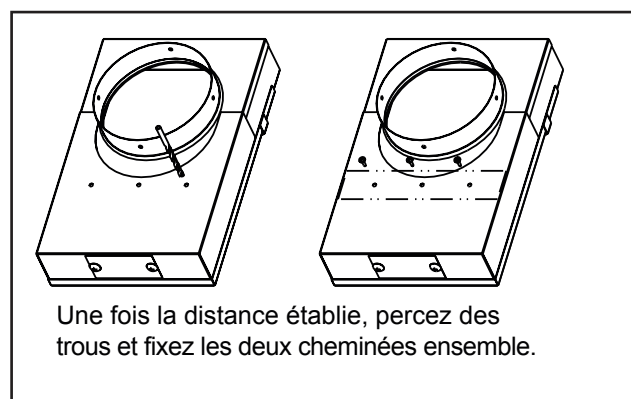

Figure 17.4
3. Réglez l'adaptateur de dévoiement à la distance désirée. Percez des trous à travers la chambre inférieure comme il est indiqué sur la **Figure 17.4** en utilisant la mèche #26.